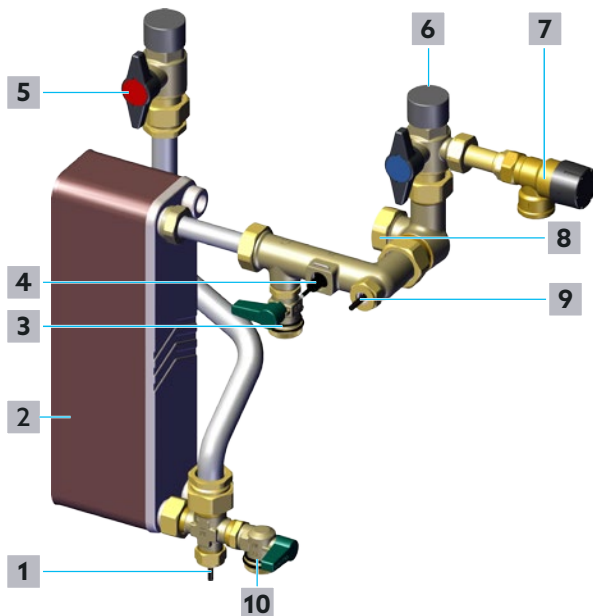

Fig. 19: Remplissage et purge du circuit E.C.S.
- 1 Ouvrir lentement le robinet d'arrêt à tournant sphérique - Eau chaude sanitaire (position **5** sur la Fig. 19 en page 26 et position **10** sur la Fig. 2 en page 12).
- 2 Ouvrir lentement le robinet d'arrêt à tournant sphérique - Eau potable froide (position **6** sur la Fig. 19 en page 26 et position **11** sur la Fig. 2 en page 12).
- ▶ Si des bruits persistent dans le circuit E.C.S. dus à des inclusions d'air, ouvrir légèrement le robinet de vidange et de remplissage à tournant sphérique - Eau chaude sanitaire (position **10** sur la Fig. 19 en page 26 et position **16** sur la Fig. 2 en page 12) jusqu'à ce que seule l'eau s'écoule.